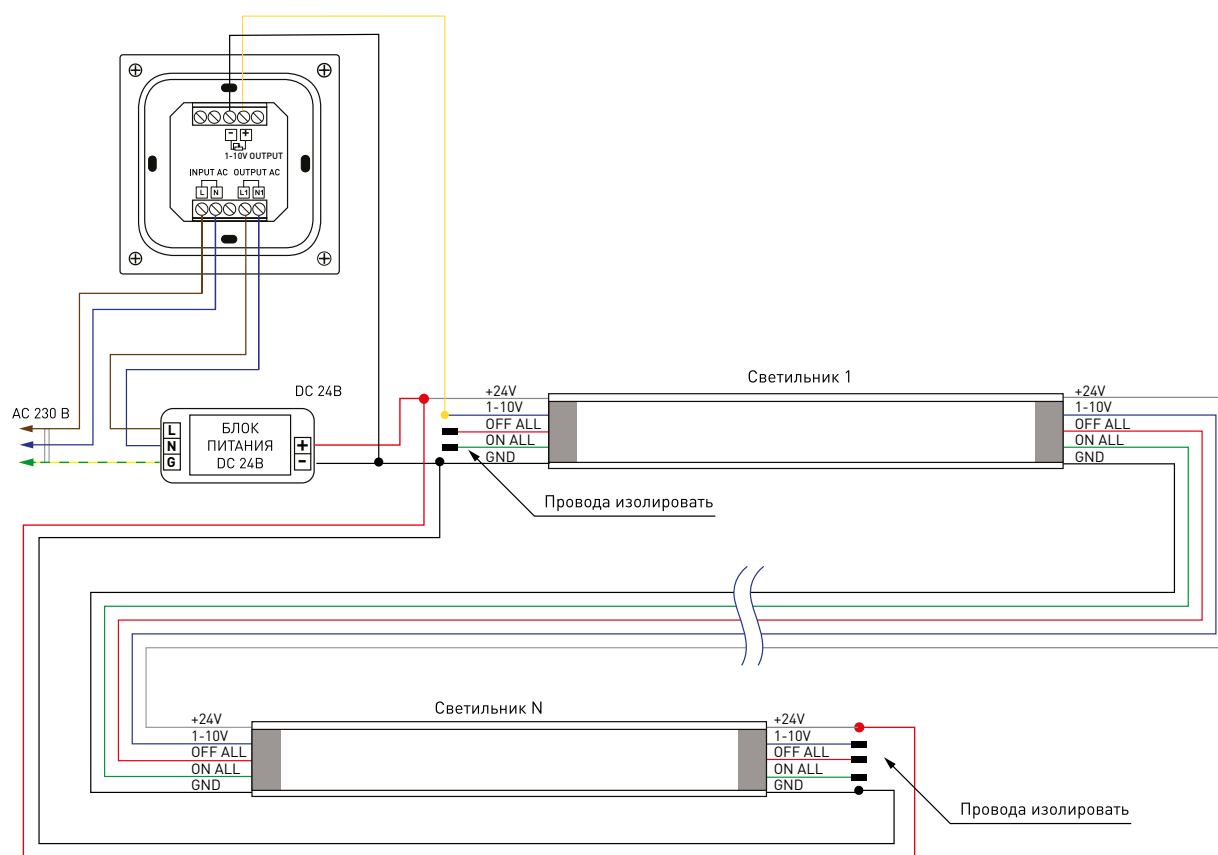

Рис. 2. Последовательное подключение группы светильников
- Регулировка яркости свечения осуществляется с помощью стандартной панели управления 1–10 В при необходимости. Схема подключения панели управления приведена на рис. 2. Панель управления не входит в комплект поставки и приобретается отдельно. Если управлять яркостью свечения не нужно, панель 1–10 В не подключается, при этом автоматически устанавливается максимальная яркость свечения.
- Рекомендуется подключение питания с обеих сторон группы при последовательном соединении светильников (рис. 2) для обеспечения равномерного свечения светильников по всей длине группы.
Регулировка яркости свечения всех или нескольких светильников группы осуществляется с помощью стандартной панели управления 1–10 В при необходимости. Схемы подключения приведены на рис. 2 и 3. Автоматически устанавливается максимальная яркость свечения светильников, не подключенных к линии управления 1–10 В. Панель управления в комплект поставки не входит и приобретается отдельно. Если управлять яркостью свечения не нужно, панель 1–10 В не подключается, при этом автоматически устанавливается максимальная яркость свечения всех светильников группы.